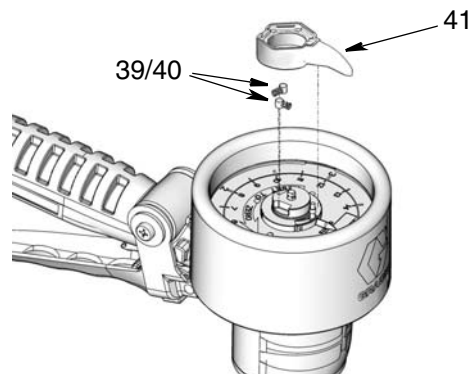

FIG. 24
5. Instale o direcionador de agulha (41), as molas (39) e os pinos (40), conforme mostra a FIG. 24.